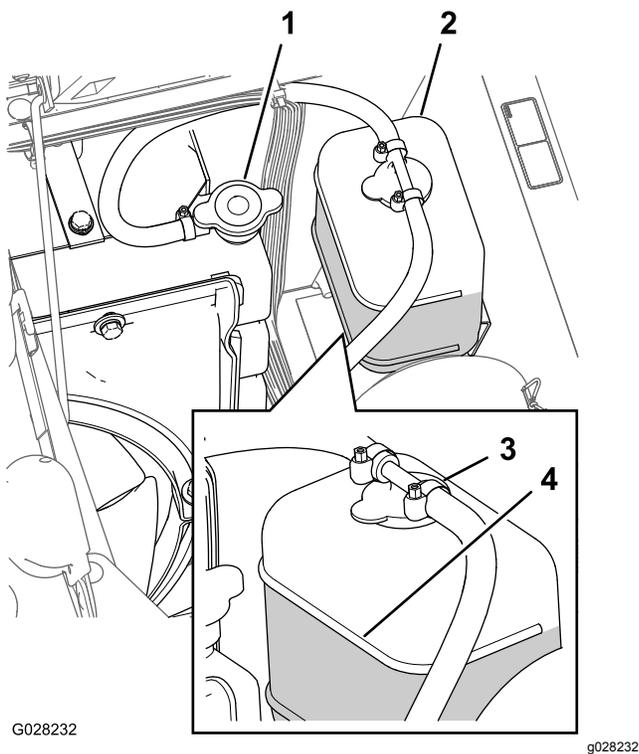

Figura 86
3. Retire cuidadosamente el tapón del radiador y el tapón del depósito de expansión (Figura 86).
Nota: El radiador debe llenarse hasta la parte superior del cuello de llenado, y el depósito de expansión debe llenarse hasta la marca Full (lleno) del depósito (Figura 86).
5. Si el nivel de refrigerante es bajo, retire el tapón del depósito de expansión y el tapón del radiador, y llene el depósito de expansión hasta la marca Lleno y el radiador hasta la parte superior del cuello de llenado. Figura 86
6. Coloque el tapón del radiador y el tapón del depósito de expansión (Figura 86).
2. Espere hasta que se haya enfriado el motor, luego retire el tapón del radiador (Figura 86).
6. Retire el tapón del radiador (Figura 86).
8. Arranque el motor con el tapón del radiador aflojado (Figura 86).
10. Una vez que el refrigerante se ha calentado, añada más refrigerante hasta que el nivel llegue a la superficie sellante del tapón, y apriete el tapón (Figura 86).
11. Abra el tapón del depósito de expansión y llene el depósito con refrigerante hasta el nivel de "Frío" (Figura 86).